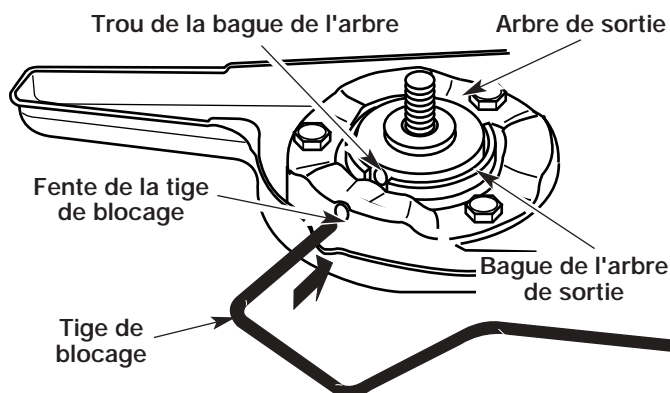
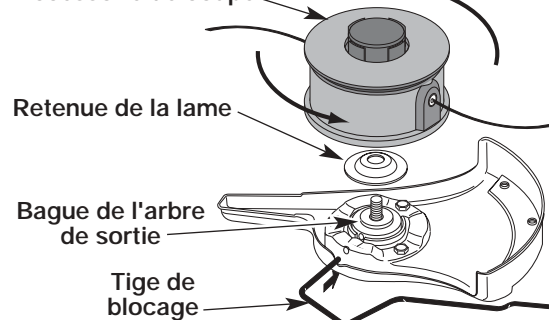

Figure 8
Figure 15
1. Alignez le trou de la bague de l'arbre avec la fente de la tige de blocage, puis insérez la tige dans le trou de la bague (Fig. 8).
- Alignez le trou de la bague de l'arbre avec la fente de la tige de blocage, puis insérez la tige dans le trou (Fig. 8).
- Alignez le trou de la bague de l'arbre avec la fente de la tige de blocage, puis insérez la tige dans le trou. (Fig. 8). Placez la retenue de lame sur l'arbre de sortie, la partie plate reposant contre la bague de l'arbre tel qu'indiqué sur la Fig. 15. Vissez l'accessoire de coupe à gauche sur l'arbre. Vissez bien.